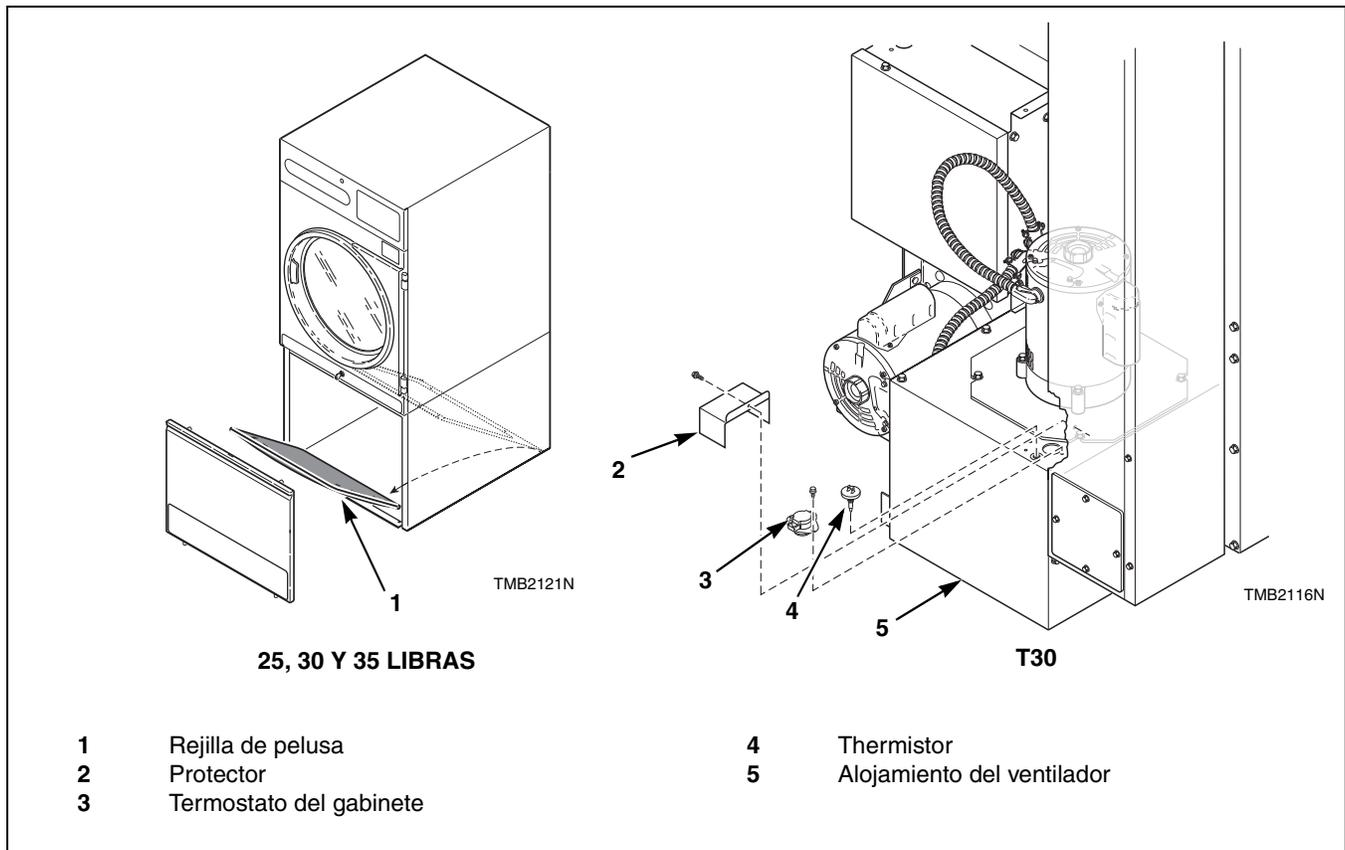

Figura 12
- e. Limpie cuidadosamente la pelusa acumulada en el termostato de límite alto del armario y termistor. De no hacer esto, la pelusa acumulada en esta área se comportará como un aislante, causando el recalentamiento de la secadora. Consulte la *Figura 12*.